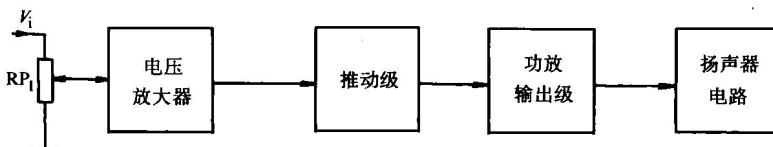

图 1-1 音频功率放大器电路框图
1. 电路结构框图 音频功率放大器电路结构框图，如图 1-1 所示。从图中可以看出，这种放大器是一个多级放大器电路，主要有最前面的电压放大级、中间的推动级和最后的功放输出级电路组成。音频功率放大器的负载是扬声器电路，功率放大器的输入信号来自音量调节电位器 RP1 动片的输出信号。